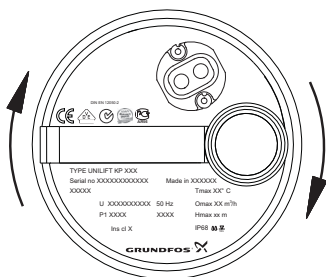

Fig. 9 Senso di rotazione
3. Osservare la pompa all'avviamento. Se la pompa fornisce una lieve reazione in senso orario, come in fig. 9, il senso di rotazione della pompa è corretto. Se la reazione è in senso anti-orario, intercambiare due fasi nel collegamento alla rete.